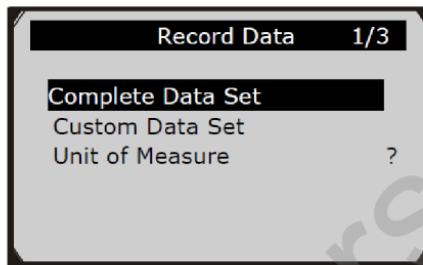

Рис. 5.20
- 1) Для записи пользовательских данных необходимо воспользоваться кнопками прокрутки **UP/DOWN**, чтобы выбрать режим **Custom Data Set** в меню **Record Data** и нажать кнопку **OK** (рис. 5.20).